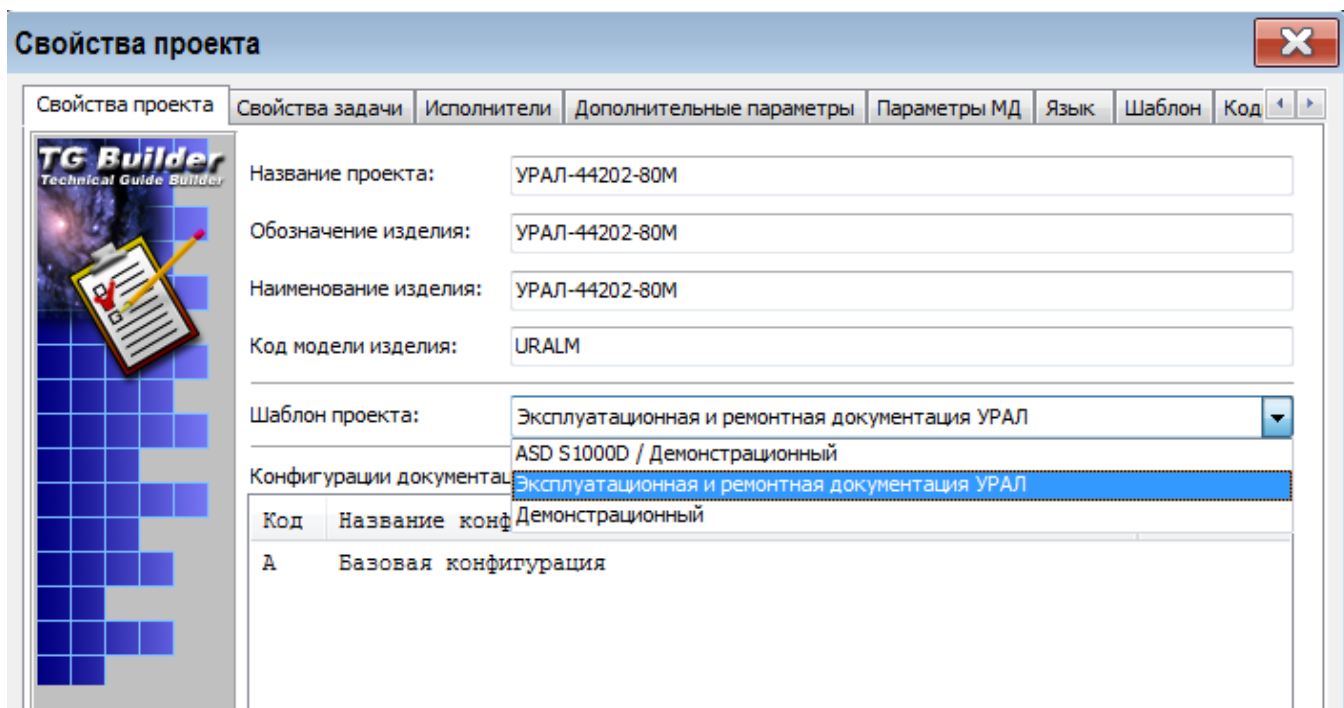

Рисунок 37
3) На вкладке **Свойства проекта** нажмите на кнопку , расположенную справа от поля ввода **Шаблон проекта**. После этого откроется выпадающий список, содержащий доступные шаблоны (рисунок 37).